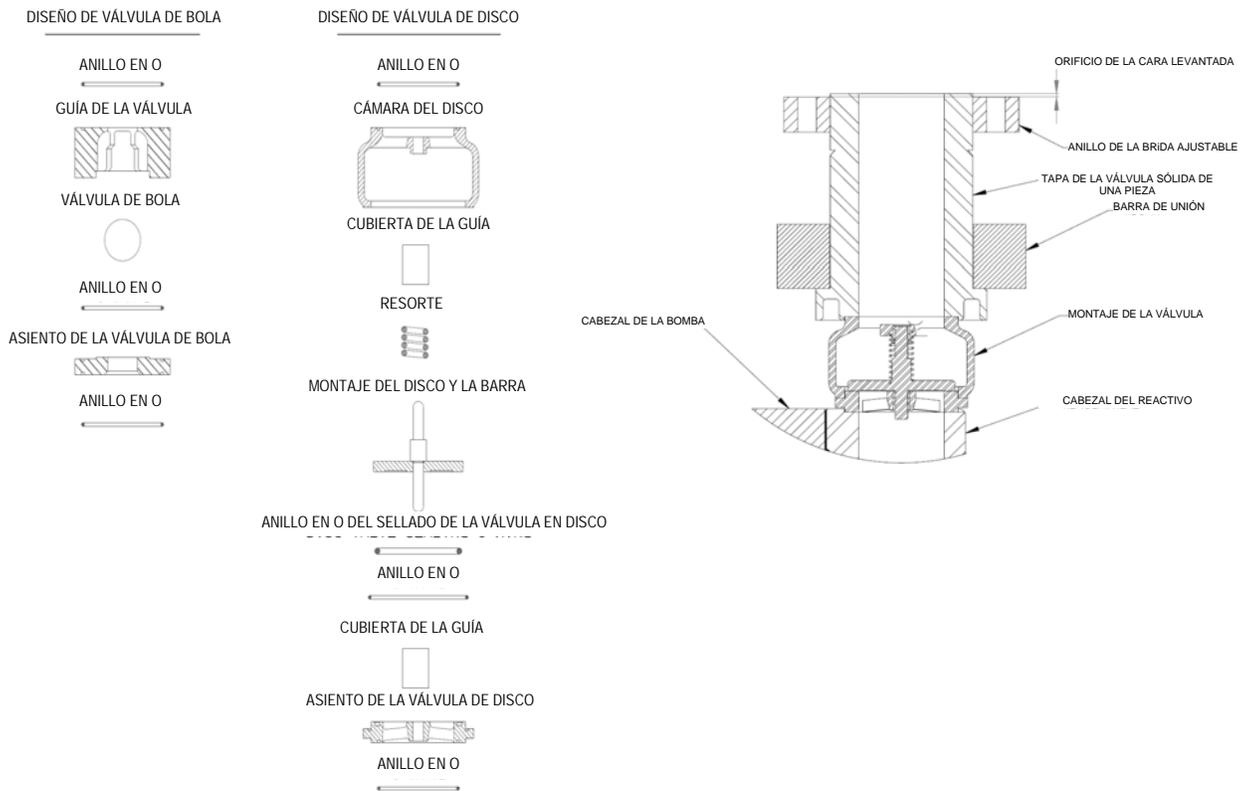

Figura 14
1. Reinstale ambos montajes de la válvula, teniendo cuidado de asegurar que estén orientados correctamente con las bolas o los discos por arriba de los asientos. Consulte la *Figura 14*.